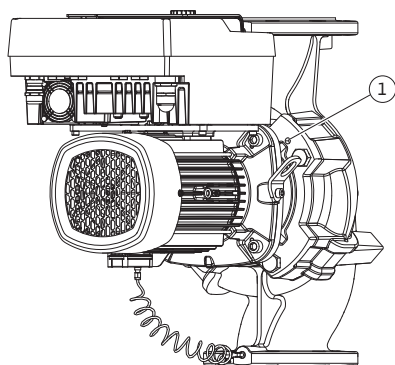

Fig. 11: Aftrykning af indstikssættet via gevindboringer (afhængigt af pumpetype)
5. Løsn indstikssættet (se Fig. 4) fra pumpehuset. Afhængigt af pumpetypen (se Fig. I ... III) findes der forskellige fremgangsmåder: Ved pumpetypen Fig. I skal skruerne pos. 29 løsnes. Fjern indstikssættet fra pumpehuset. Ved pumpetypen Fig. II og Fig. III skal du bruge de to gevindboringer (Fig. 11, pos. 1). Anvend egnede skruer (f.eks. M10 x 25 mm), der er stillet til rådighed på opstillingsstedet.
5. Tryk indstikssættet (se Fig. 4) af pumpehuset. Brug de to gevindboringer (se Fig. 11). For at løsne fastgørelsen kan du skrue skrue M10 med en dertil egnet længde ind i gevindhullerne.
7. Løsn de to umistelige skrue på beskyttelsespladen (Fig. II, pos. 27), og fjern beskyttelsespladen.
8. Stik en gaffelnøgle med nøglevidde 27 mm ind i lanternevinduet, og hold akslen fast med nøglefladerne (Fig. II, pos. 16). Skru pumpehjulsmøtrikken ud (Fig. II, pos. 22). Fjern pumpehjulet (Fig. II, pos. 21) fra akslen ved hjælp af en aftrækker.
9. Løsn differenstryktransmitterens holdeplade (Fig. I, pos. 13) fra motorflangen ved at løsne skruen (Fig. II, pos. 10). Lad differenstryktransmitteren (Fig. I, pos. 8) med holdepladen (Fig. I, pos. 13) hænge i trykmålingsledningerne (Fig. I, pos. 7). Fjern i givet fald differenstryktransmitterens tilslutningskabel i elektronikmodulet.
10. Løsn skrueene (Fig. II, pos. 10 og pos. 10a).
11. Løsn lanternen fra motorcentreringen ved hjælp af toarmet aftrækker (universa-laftrækker), og træk den af akslen. Akseltætningen (Fig. I, pos. 25) følger med. Undgå at få lanternen til at sidde skævt.
12. Hvis akseltætningen er blevet beskadiget, skal akseltætningens kontraring (Fig. I, pos. 26) trykkes ud af dens placering i lanternen. Sæt en ny kontraring i lanternen.